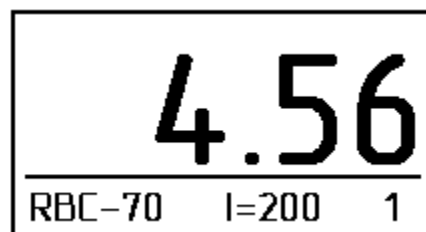

Рис. 4
4.2.12. Результат счета отображается на экране (рис. 4). Для получения количества эритроцитов на 1 л крови, полученное значение необходимо умножить на  $10^{12}$ . Таким образом, число на индикаторе 4,56 означает, что в 1 л крови содержится  $4,56 \cdot 10^{12}$  эритроцитов.